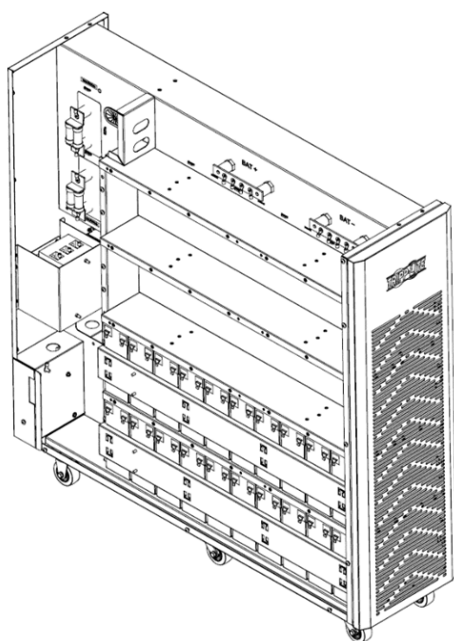

Figure 5-9A
10. Réinstaller les barres de support de droite et de gauche des batteries du groupe 2 (Figures 5-9A et 5-9B).